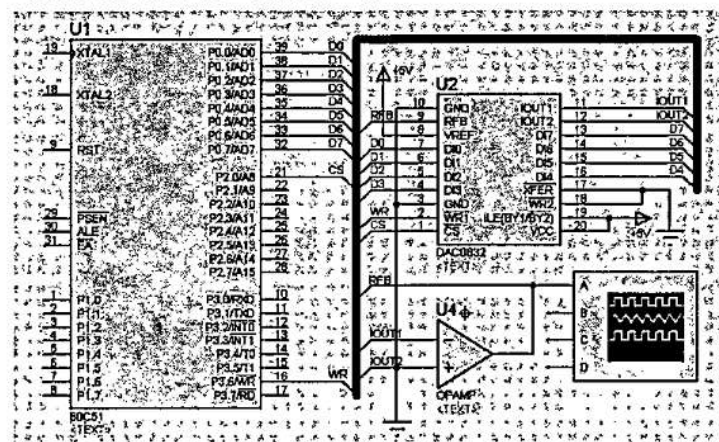

图 2 DAC0832 连接示意图
3. 图 2 所示的 DAC0832 单缓冲方式的电路原理图，编程实现一路三角波发生器的功能。